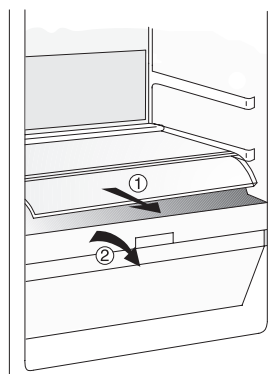

Fig. 2
2. Retirez le compartiment (Voir **Fig. 2**)